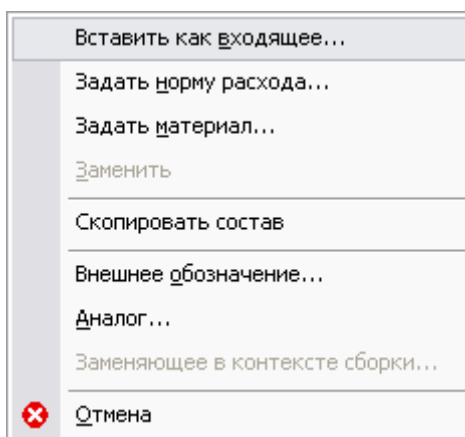

Рис. 45
2. В появившемся меню выберите пункт **Скопировать состав...** (Рис. 45).